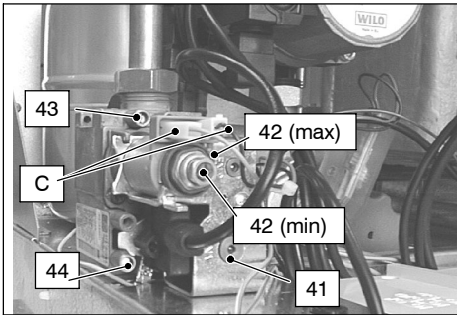

fig. 7.3
- Sconnettere il filo di alimentazione "C" dell'operatore modulante 42. Fare attenzione che non vada a toccare le parti metalliche della caldaia fig. 7.3
Per tarare la pressione al bruciatore agire sulla vite in plastica (42 min in fig. 7.3) tenendo fermo il dado esagonale in ottone grande (42 max in fig. 7.3) dell'operatore modulante (ruotando in senso orario la pressione aumenta).
- Collegare il filo di alimentazione "C" dell'operatore modulante fig. 7.3
- Chiudere la presa di pressione 43 in fig. 7.3**
- Aprire la presa di pressione 43 in fig. 7.3 e collegare un manometro.
Dopo ogni misurazione delle pressioni gas, **richiudere bene** le prese di pressione utilizzate (44 e 43 in fig. 7.3). Dopo ogni operazione di regolazione gas **gli organi di regolazione della valvola devono essere sigillati**.
- 2 A caldaia spenta (fuori servizio), controllare la pressione di alimentazione utilizzando la presa 44 in fig. 7.3 e confrontare il valore letto con quelli riportati nella tabella **Pressioni di alimentazione gas** a pag. 11, 13
- 4 Aprire la presa di pressione 43 in fig. 7.3 e collegare un manometro.
- 10 Confrontare il valore di pressione misurato con quello indicato in tab. 7.1 e tab. 7.2. Per tarare la pressione al bruciatore agire sul dado esagonale grande in ottone dell'operatore modulante 42 *max* in fig. 7.3 (ruotando in senso orario la pressione aumenta).